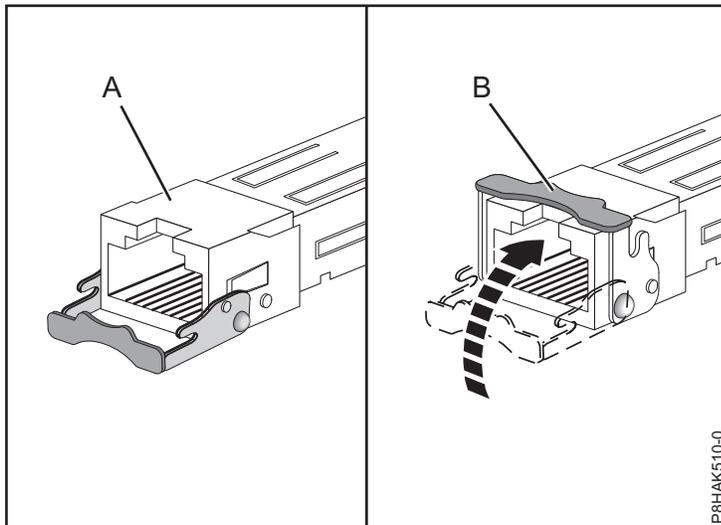

Figure 40. Remplacement d'émetteurs-récepteurs SFP dans la carte
- b. Faites glisser l'émetteur-récepteur (A) dans le matériel de la carte.
- c. Alors que le loquet (B) est en position ouverte, poussez dessus en le faisant pivoter vers le haut et en le rapprochant de la carte, comme illustré dans la figure 40, à la page 63.